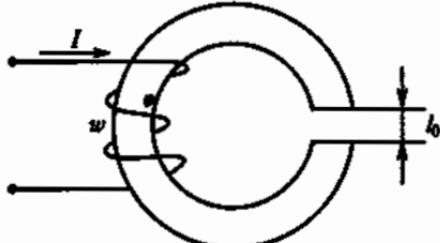

Рис. 58
2.33.Р. При каком токе в катушке, изображенной на рис. 58, магнитная индукция *B* в воздушном зазоре равна 1,256 Тл, если $l_0 = 2$ мм, число витков $w = 2000$? (Потоком рассеяния и выпучиванием магнитного потока в воздушном зазоре пренебречь. Принять магнитную проницаемость ферромагнитного сердечника $\mu = \infty$, а магнитную проницаемость воздушного зазора $\mu_0 = 4\pi \cdot 10^{-7}$ Гн/м.)